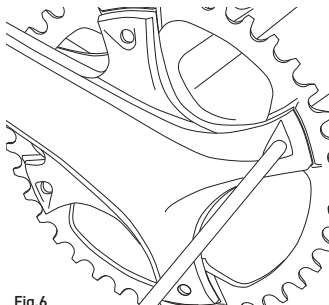

Fig.6
- **SOLO PER EKAR:** E' possibile raggiungere le viti anche dalla parte esterna della bicicletta, ma fate attenzione a non danneggiare la superficie della guarnitura e fate attenzione che il verso di rotazione della chiave sarà quindi opposto al normale verso (Fig. 6).